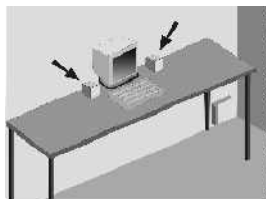

图1
■双音箱的摆放(图1)。试摆音箱的时候,最好用一段音乐试验效果。两只音箱应该摆放在显示器两边对称的位置(左右前后位置和偏转角度都应该对称),最